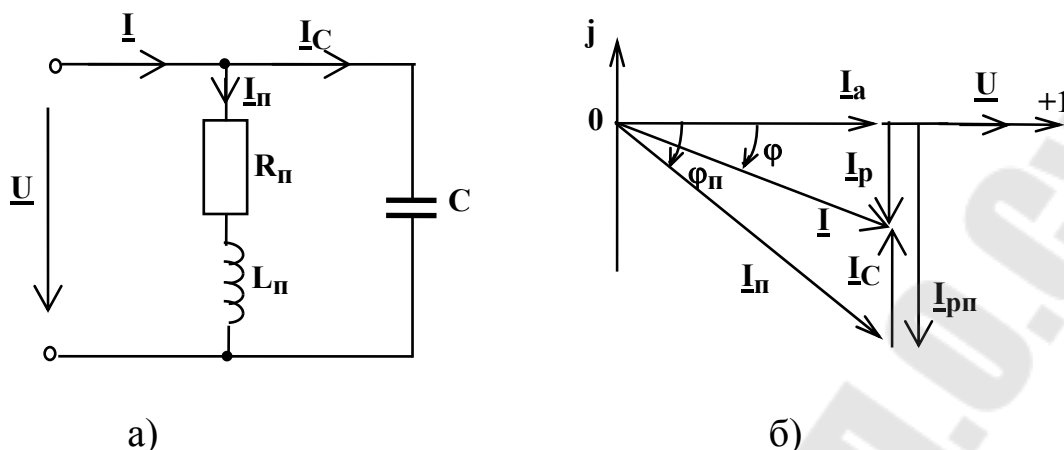

Рис.5.2
На рис.5.2,а показана эквивалентная схема потребителя и батареи конденсаторов, а на рис.5.2,б - ее векторная диаграмма.
4. Для одной из реальных катушек (элемент 11 или 12) рассчитайте емкость конденсатора, который необходимо включить параллельно катушке, чтобы повысить $\cos \varphi$ электрической цепи (рис.5.2,а) до значения 0,9...0,95 (величину выбрать самостоятельно). Проверьте расчетные значения $\cos \varphi$ экспериментально, измерив угол φ в
схеме рис.5.2,а (для наблюдения тока необходимо дополнительно включить R_d).